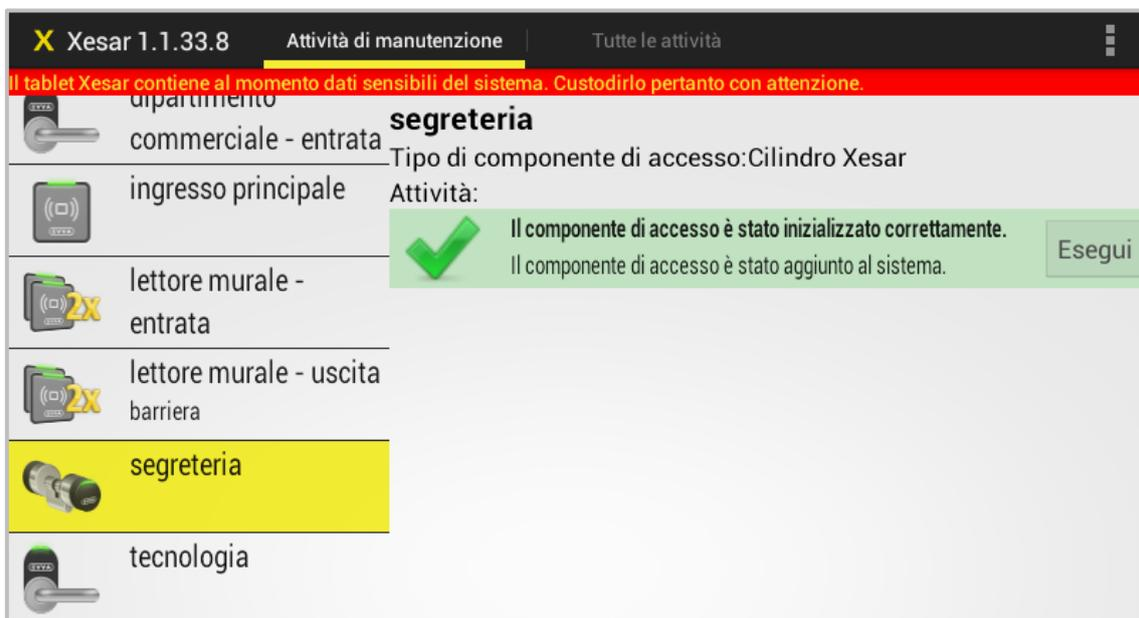

Figura 86: Tablet Xesar - Inizializzazione completata
- Il componente di accesso Xesar è stato così aggiunto al sistema di chiusura Xesar (Figura 86: Tablet Xesar - Inizializzazione completata).